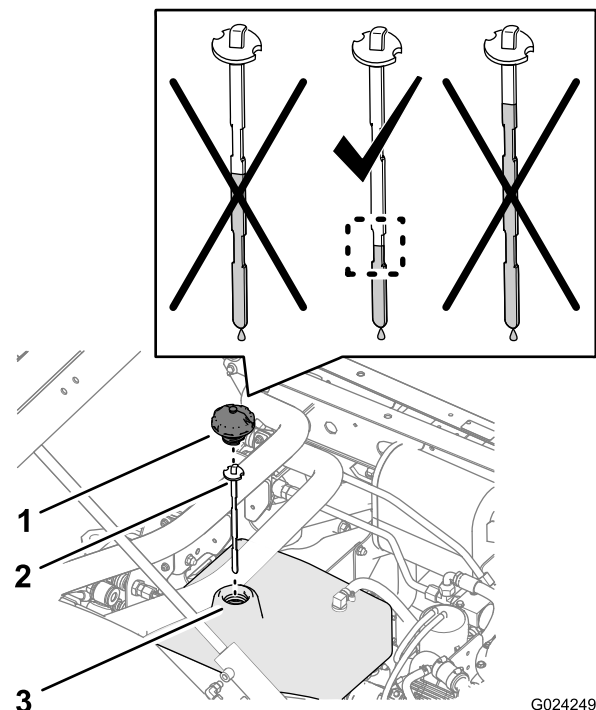
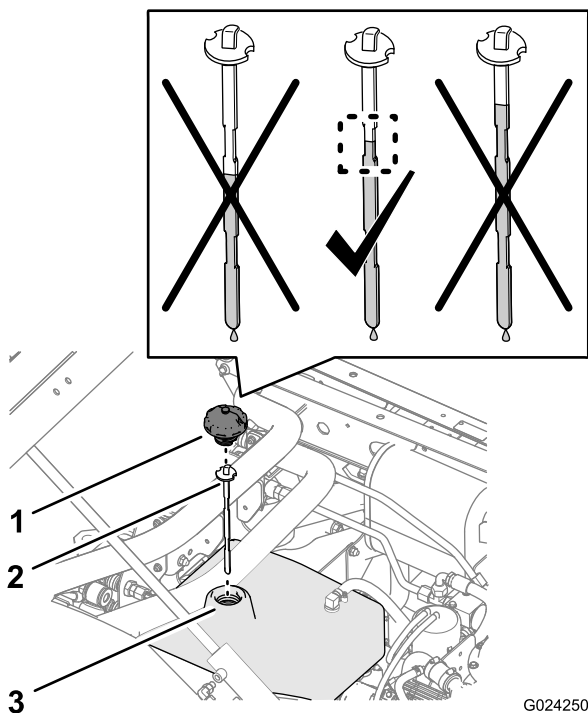

Bild 23
Bild 24
1. Reinigen Sie den Bereich um den Füllstutzen und um den Deckel des Hydraulikbehälters (Bild 23 und Bild 24).
2. Nehmen Sie den Deckel vom Füllstutzen des Behälters ab und wischen Sie den Peilstab mit einem Lappen ab (Bild 23 und Bild 24).
3. Stecken Sie den Peilstab in den Füllstutzen und ziehen ihn dann heraus, um den Ölstand zu prüfen (Bild 23 und Bild 24).
4. Gießen Sie bei einem niedrigen Ölstand so viel Hydrauliköl der angegebenen Sorte in den Behälter, bis der Stand in der Mitte des eingekerbten Bereichs am Peilstab liegt (Bild 23 und Bild 24).
5. Setzen Sie den Peilstab ein und den Deckel auf dem Füllstutzen des Behälters auf (Bild 23 und Bild 24).